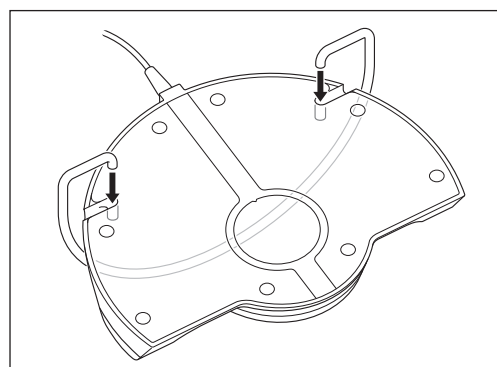

Fig. 4
- 1) Introduza o suporte do pedal de controle de modo a encaixar corretamente nos orifícios na parte traseira do pedal de controle (Fig. 4).